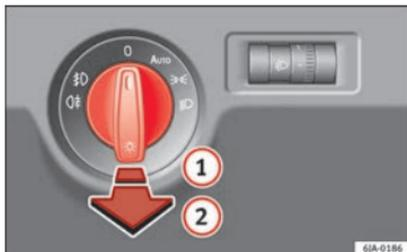

Fig. 132 Combiné d'instruments : commande des feux.
- Tournez la commande des feux »» **fig. 132** en position **AUTO**, ☞☞ ou ☞☞.
- Tirez sur la commande des feux jusqu'à la position **①**.
- Tournez la commande des feux »» **fig. 132** »» page 128 en position **AUTO**, ☞☞ ou ☞☞.
- Tirez sur la commande des feux jusqu'à la position **②**.